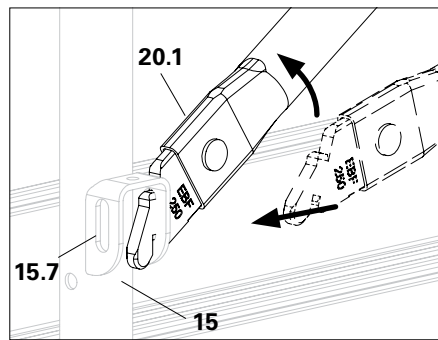

Abb. A5.02
- In den Basisrahmen EVB (15) siehe Abb. A5.02